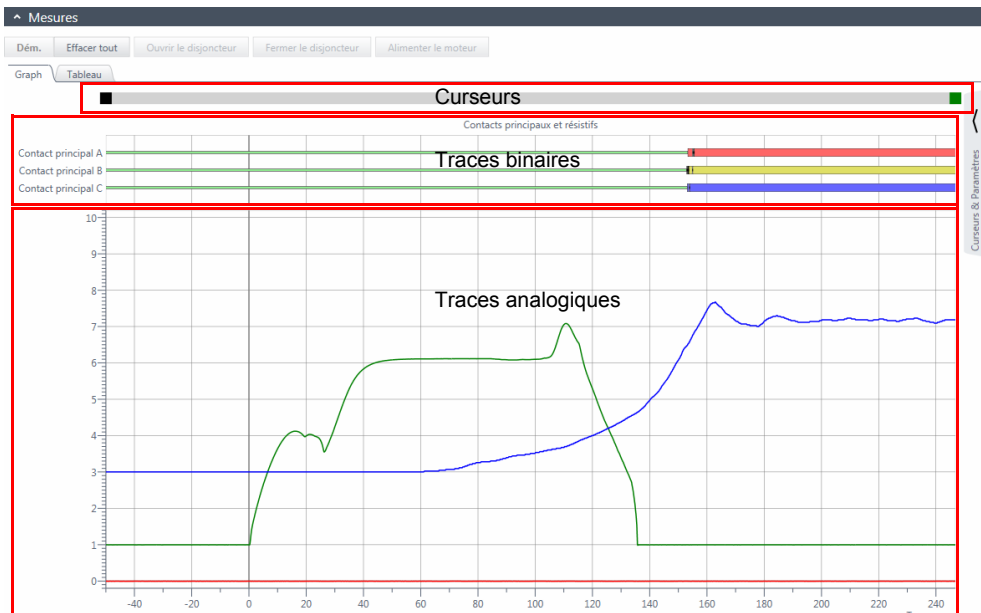

Figure 13-1: Exemple de représentation graphique de données de mesure
Pour certains tests, *Primary Test Manager* propose une représentation graphique des résultats de mesure. La représentation graphique des résultats de mesure se compose des éléments suivants (voir la Figure 13-1: «Exemple de représentation graphique de données de mesure») : curseurs, traces binaires et traces analogiques. *Primary Test Manager* affiche les traces analogiques dans la page Oscilloscope.
Dans la mesure où la représentation graphique peut contenir des courbes présentant des unités différentes, par exemple des volts, des ampères ou des ohms, l'échelle de l'axe Y n'a pas d'unité mais des nombres sans unité appelées divisions (div). L'onglet **Paramètres** permet de définir, par exemple, le nombre d'ampères affichés par division dans le graphique. À titre d'exemple, le canal B-2 (A) de la Figure 13-1: «Exemple de représentation graphique de données de mesure» page 83 présente sa crête maximale au niveau de la septième division. Comme le décalage sur l'axe Y est de 1 division et que l'amplitude est de 1 A/div (voir la Figure 13-3: «Espace de travail Curseurs & Paramètres : onglet **Paramètres**» plus tôt dans ce chapitre), le courant de bobine de fermeture crête est d'env. $(7 - 1) \times 1 = 6 \text{ A}$.